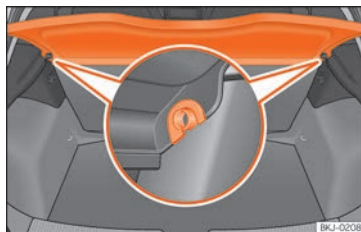

Abb. 140 Im Gepäckraum: Gepäckraumabdeckung aus- und einbauen.
- Ziehen Sie die Gepäckraumabdeckung nach oben aus den seitlichen Halterungen »» (Abb. 140) heraus.
- Führen Sie die Gepäckraumabdeckung horizontal ein, so dass das „Hufeisen“ über der Aufnahmeachse »» (Abb. 140) liegt, und drücken Sie die Abdeckung nach unten, bis sie einrastet.